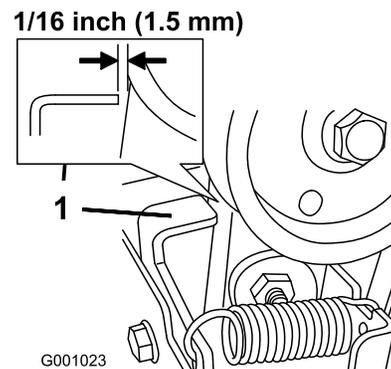

Bild 46
3. Kuppeln Sie den Räumwerk-/Gebläseradhebel aus und stellen Sie sicher, dass der Abstand zwischen der Schneckenkupplung und der Lasche 1,5 mm beträgt (Bild 46).